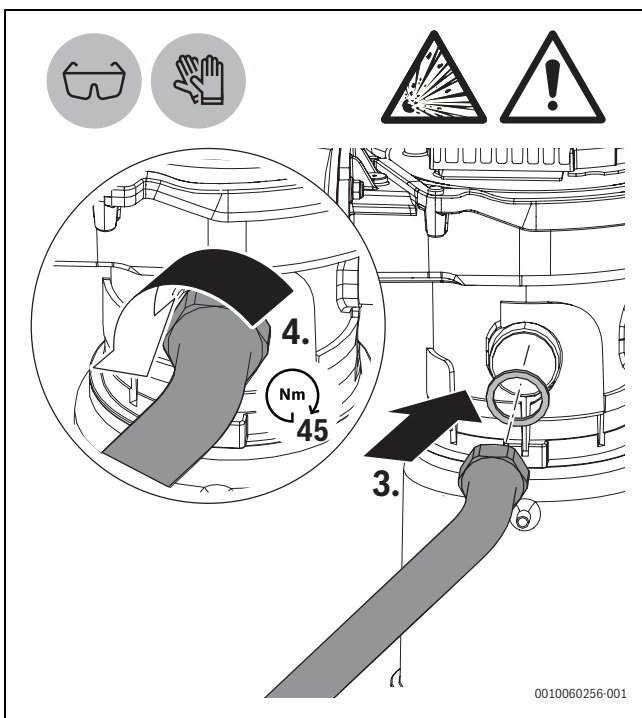

Fig. 9 Montage af DN 16-gasrøret i gas-/luftblanderen
- ▶ Monter en pakning på gas-/luftblanderen (→fig. 9, [3]).
- ▶ Forbind den lige længere ende af DN 16-gasrøret på gas-/luftblanderen, og fastgør den ved at spænde omløbermøtrikken til 45 Nm (→fig. 9, [3], [4]).